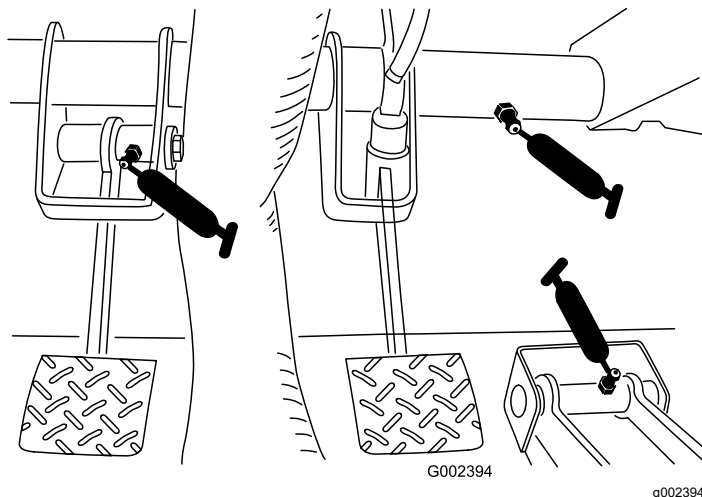

Figura 31
- **Freno (1);** consulte la Figura 31
- **Embrague (1);** consulte la Figura 31
- **Acelerador (1);** consulte la Figura 31